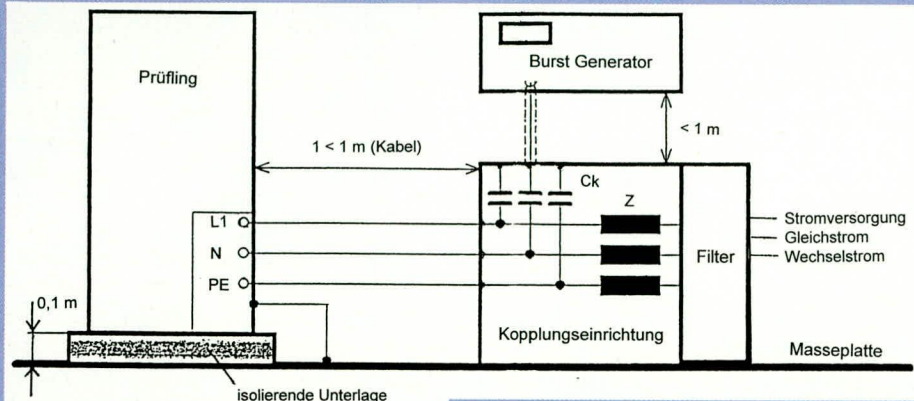

Bild 13: Beispiel eines Meßaufbaus zur direkten Einkopplung in Speiseleitungen
1. Einkopplung in Netzleitungen (Bild 13)
In Abbildung 13 ist das Beispiel eines Meßaufbaus zur direkten Einkopplung in Speiseleitungen dargestellt.